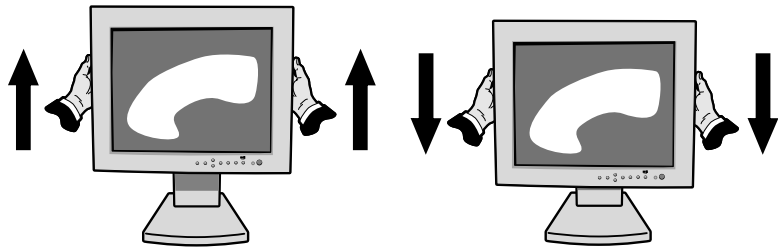

Abb. RL.1
Legen Sie die Hände auf jede Monitorseite und heben oder senken Sie ihn auf die gewünschte Höhe (Abb. RL.1).
Legen Sie die Hände auf jede Monitorseite und heben Sie ihn auf die höchstmögliche Position an, um den Bildschirm anzuheben (Abb. RL.1).
2. Legen Sie die Hände auf jede Monitorseite und heben Sie ihn auf die höchstmögliche Position an (Abb. RL.1).